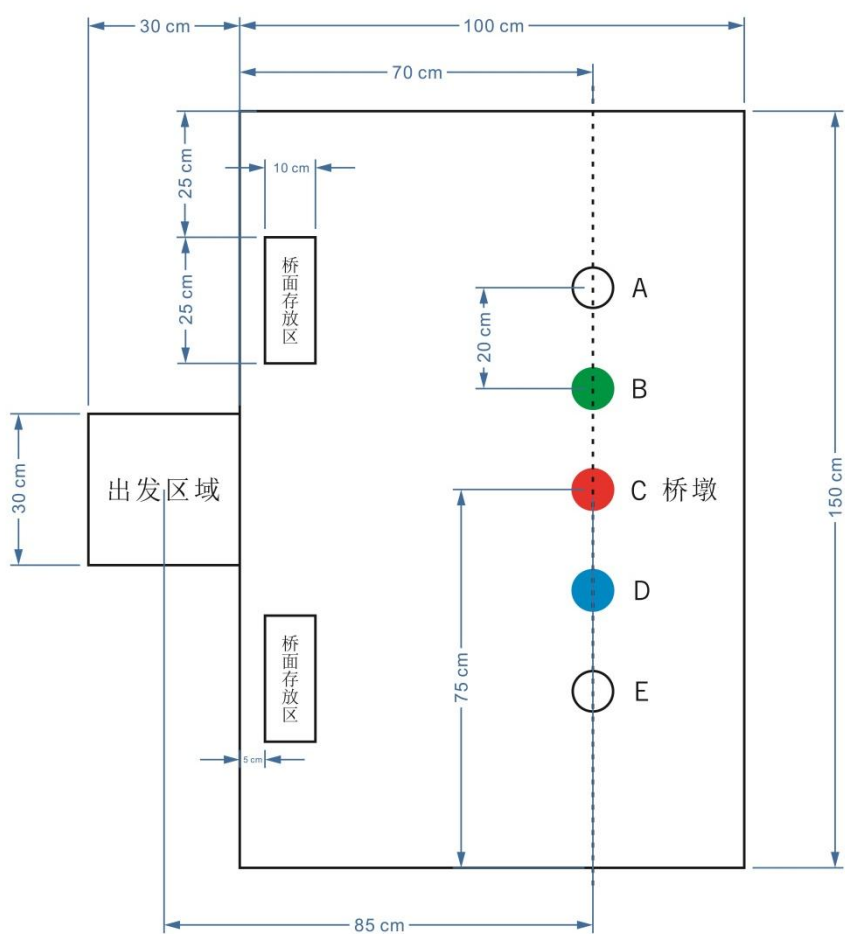
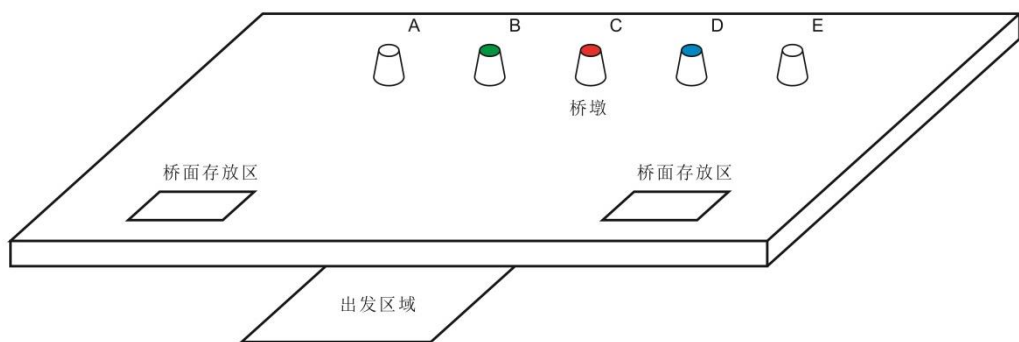

图 1 任务场地俯视示意图
图 2 任务场地侧视示意图
2. A、B、C、D、E 分别代表 5 个桥墩的位置，其中 B 为绿色，C 为红色，D 为蓝色，A、E 的颜色不作要求，可以为任意颜色，5 个桥墩的中心在同一直线上，相邻桥墩的中心距离为 20cm，桥墩的具体位置如图 1、图 2 所示，其位置需要在搭建时标记出来。
任务区里有两个存放区，每个存放区长宽约为 25cm x 10cm，如图 1、图 2 所示，每个存放区桥面的数量、位置和方向均不作要求，但桥面在摆放时不得超出存放区外。